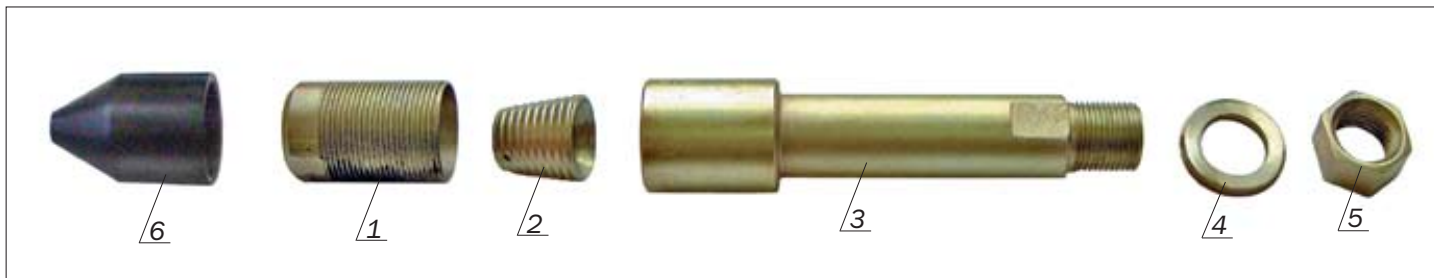
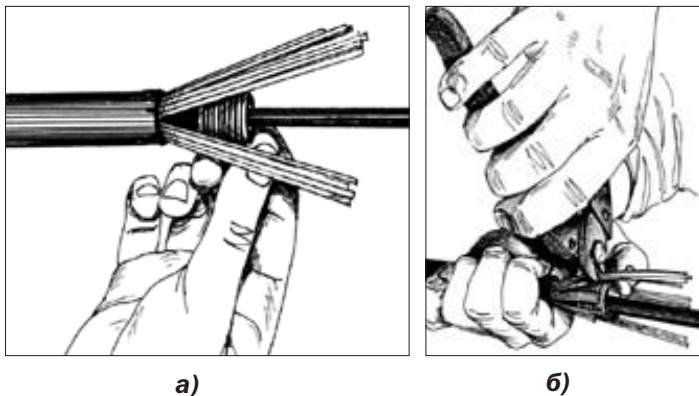

Рисунок 4.1. – Состав узла ввода ОК с бронепокровом из одного повива стальных оцинкованных проволок
Рисунок 4.4 – Установка конуса (а) и обрезка проволок бронепокрова ОК (б)
1 – узел ввода ОК с бронепокровом из двух повивов стальных оцинкованных проволок (соответствует комплекту № 8 для ввода ОК, см. рис. 4.8); 2 – узел ввода ОК с бронепокровом из одного повива стальных оцинкованных проволок (соответствует комплекту № 7 для ввода ОК, см. рис. 4.1); 3 – патрубок для ввода провода ГПП 1x4; 4 – оголовник; 5 – обечайка; 6 – кассета для модулей; 7 – кожух; 8 – металлический кронштейн
4.1.1 Состав узла ввода ОК, содержащего бронепокров из одного повива стальных оцинкованных проволок (соответствует комплекту № 7 для ввода ОК), показан на рис. 4.1.
4.1.6 Отогнуть проволоки бронепокрова ОК (далее проволоки) и надвинуть конус (поз. 2 рис. 4.1) на внутреннюю оболочку ОК до упора в проволоки (рис. 4.4а), обжать проволоки вокруг конуса. Обрезать проволоки по окружности на расстоянии 2/3 длины конуса (рис. 4.4б). Продвинуть конус до упора в проволоки.
4.1.8 Установить втулку с наружной резьбой поверх проволок бронепокрова ОК, надвинуть на нее штуцер (поз. 3 рис. 4.1) в соответствии с рис. 4.6.
Надвинуть на сердечник ОК шайбу и гайку (поз. 4; 5 рис. 4.1 или 6; 7 рис. 4.8) в соответствии с рис. 4.13. Навинтить гайку на штуцер, пользуясь специальным ключом, удерживая узел крепления бронепокрова (собранный штуцер), в зависимости от его исполнения, ключом S=24 мм или S=36 мм.